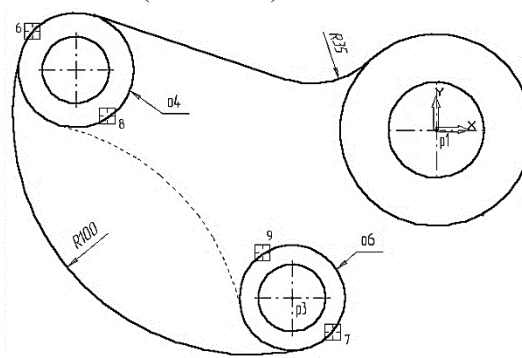

Рис. 7
17. Постройте плавное сопряжение окружности $o4$ и окружности $o6$ дугой радиусом 100 мм (Рис. 7). В поле Радиус скругления введите значение 100 мм и укажите мишенью окружность $o4$ (мишень 6) окружность $o6$ (мишень 7).
Замечание: при выполнении скруглений большое значение имеет место указания объектов. Если Вы укажете окружность $o4$ в точке мишени 8, а окружность $o6$ в точке мишени 9, то система выполнит построение другого варианта сопряжения, показанного на рис.7 пунктирной линией.